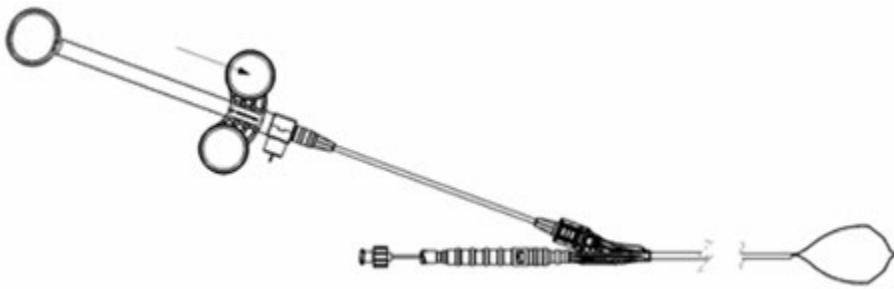

Figure 3
- Déplacer les anneaux d'avant en arrière afin de confirmer que la boucle de l'anse s'ouvre et se ferme en douceur. (Figures 3 et 4)
4. Lorsque le polype ou le tissu a été visualisé par voie endoscopique, déployer l'anse en éloignant les anneaux de doigt de la bague de pouce (Figure 3).
5. Confirmer que la boucle de l'anse est entièrement ouverte par observation endoscopique (Figure 3).
3. Lorsque le polype ou le tissu a été visualisé par voie endoscopique, déployer l'anse en éloignant les anneaux de doigt de la bague de pouce (Figure 3).
4. Confirmer que la boucle de l'anse est entièrement ouverte par observation endoscopique (Figure 3).